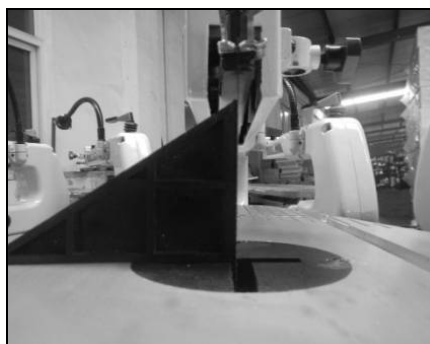

Fig 20
- Desserrez la vis moletée (72), réglez la table à 90° par rapport à la lame avec une petite équerre (non fournie), puis resserrez la vis moletée (72) (Voir Fig 20).